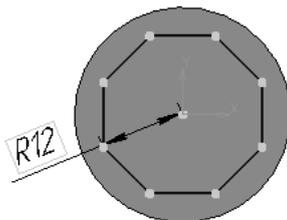

Рис. 6.8. Эскиз модели для операции *Вырезать выдавливанием*
13. На выделенной грани постройте эскиз, изображённый на рис. 6.8.